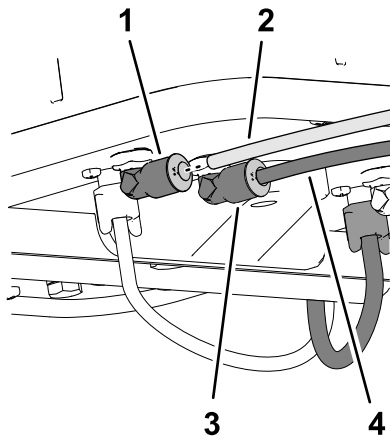

図 144
- コンプレッサのサイドプレートのエア用フィッティングに透明チューブを入れる 図 143 と 図 144。
3. サイドコンプレッサプレートで、原液用フィッティングに青いチューブを入れる 図 143 と 図 144。
5. コンプレッサのサイドプレートのエア用フィッティングに透明チューブを入れる 図 143 と 図 144。
6. サイドコンプレッサプレートで、原液用フィッティングに青いチューブを入れる 図 143 と 図 144。